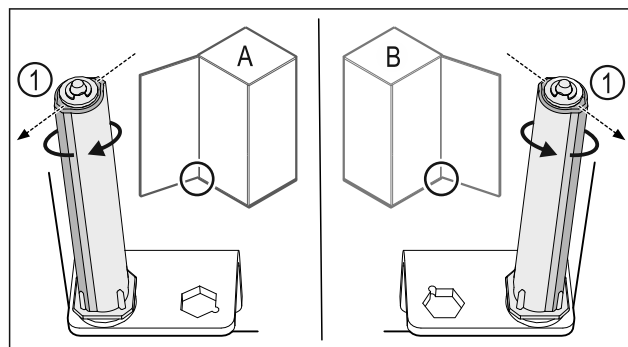

Fig. 34 Левое навешивание (A) / правое навешивание (B)
- ▶ Поворачивайте систему закрытия, преодолевая сопротивление до тех пор, пока ее ребро Fig. 34 (1) не будет направлено наружу.